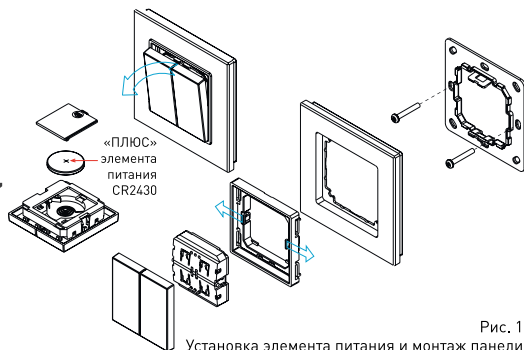

Рис. 1.
- 3.2. Установите элемент питания CR2430 в панель (рис. 1).